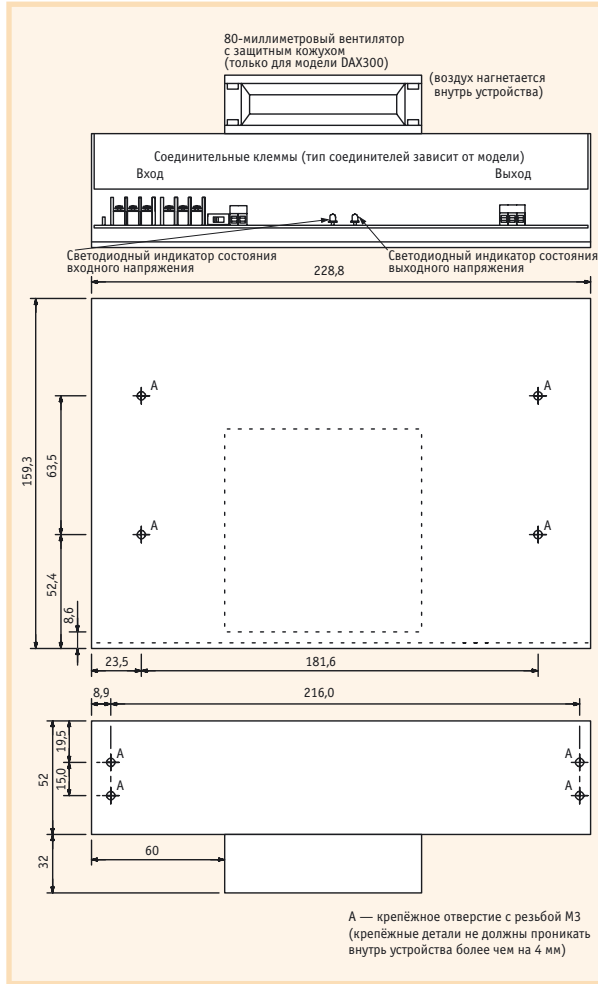
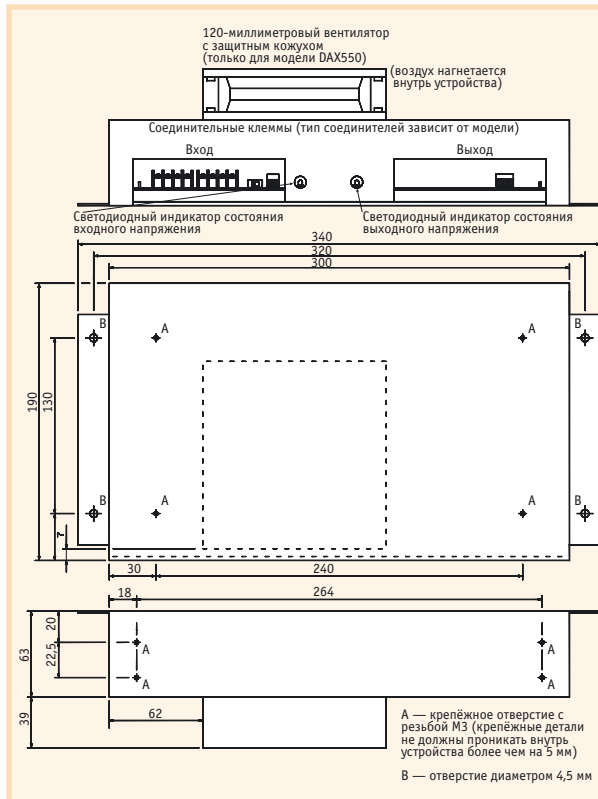

Рис. 4. Габаритные и установочные размеры инверторов серий DAХ200 и DAХ300
Рис. 5. Габаритные и установочные размеры инверторов серий DAХ350 и DAХ550 для моделей с монтажными фланцами
- относительно небольшие габаритные размеры (рис. 4 и рис. 5).